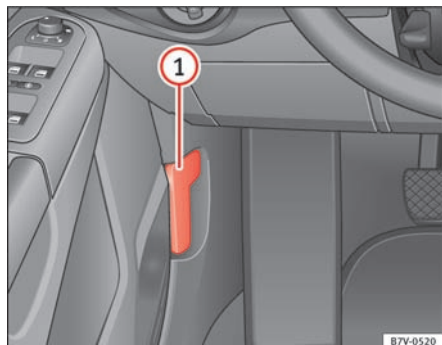

Fig. 163 I fodrummet i førersiden: greb til udløsning af motorhjelmen
- Inden du åbner motorhjelmen, skal du kontrollere, at viskerarmene ligger ind mod forruden ⇒ ④.
- Træk udløserarmen i pilens retning ⇒ Fig. 163. Motorhjelmen springer ud af låseholderens lås ved hjælp af fjederkraft ⇒ ⚠.